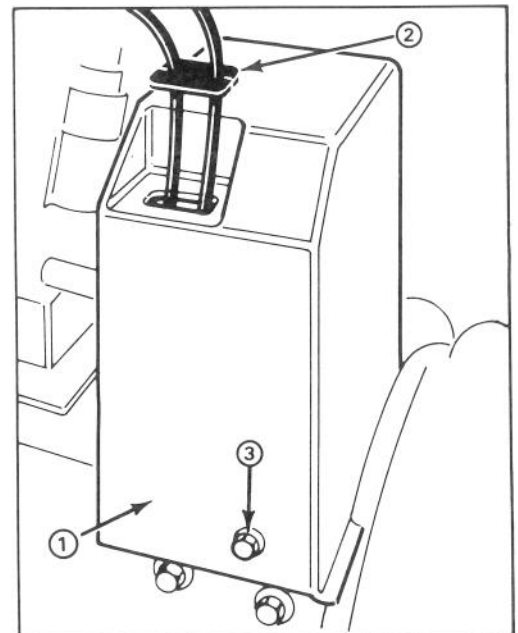

Figure 24
### RÉGLAGE DE LA COURROIE D'ENTRAÎNEMENT DE TARIÈRE/ROUE HÉLICE (fig. 24 et 26)
1. Retirez les 3 boulons à tête à collerette tenant le protège-courroie attaché au châssis du moteur et faites-le glisser par-dessus les câbles (fig. 24).